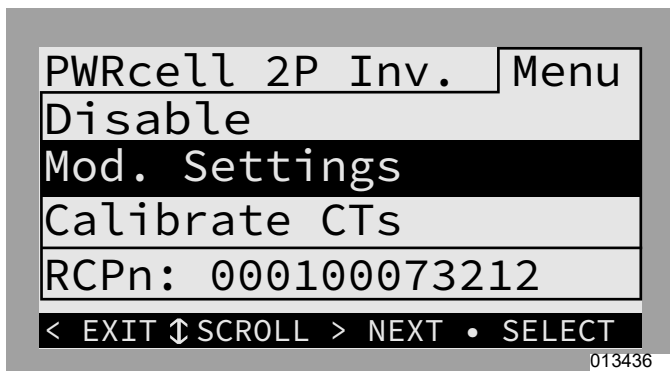
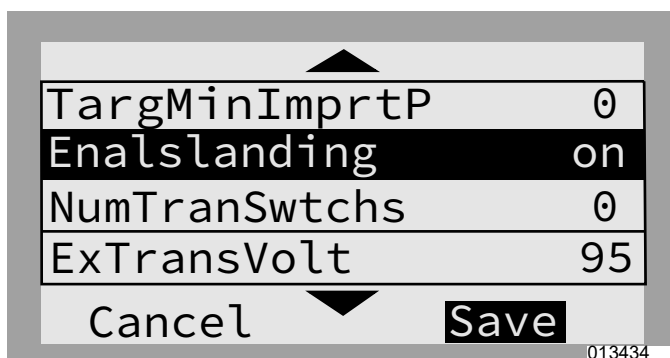

Figura 7-17. PV + Almacenamiento: Parte del hogar (1 de 2)
Figura 7-18. PV + Almacenamiento: Parte del hogar (2 de 2)
- Consulte la Figura 7-17 y la Figura 7-18. "Mod. Settings" del inversor: